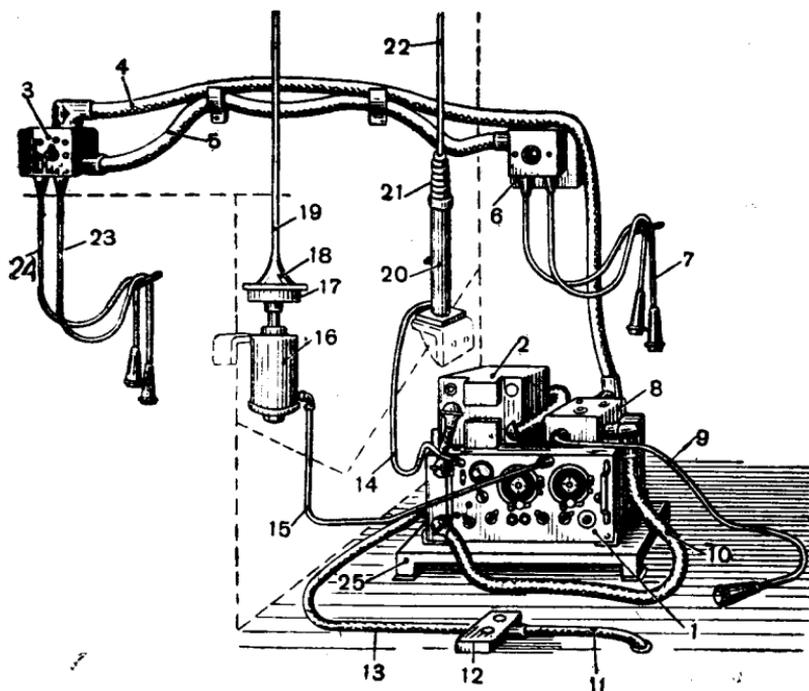

Рис. 97. Общий вид радиостанции
Радиостанция типа № 19 МК-II (рис. 97), устанавливаемая на радиофицированном самоходном орудии, предназначена для обеспечения двусторонней связи между артиллерийскими подразделениями и отдельными орудиями внутри этих подразделений.
Радиостанция (рис. 97) смонтирована и размещена в отделении управления. Приёмо-передающее устройство смонтировано на раме с резиновыми амортизаторами, установлено на полу самоходного орудия, между сиденьями водителя и командира самоходного орудия. Панелью управления радиостанция обращена в сторону сиденья командира самоходного орудия.
1. Установить штыревые антенны: коротковолновую 9 (рис. 97) и ультракоротковолновую 12.